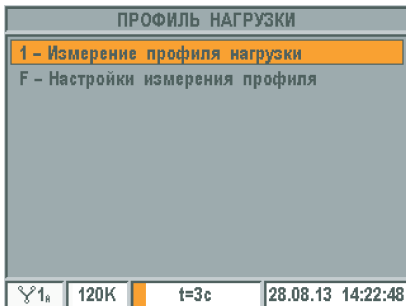
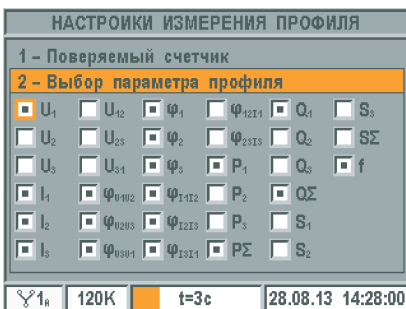
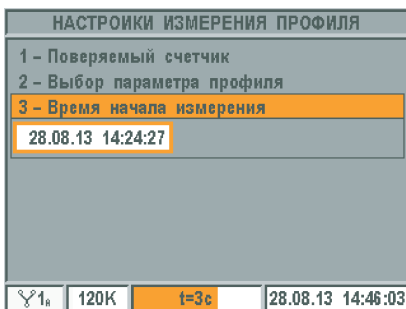
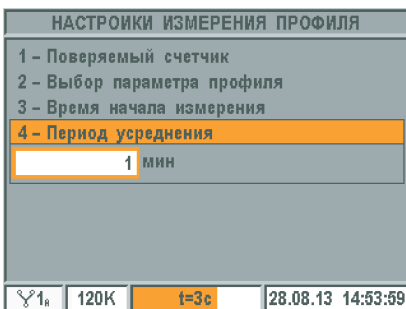

Рисунок 4.30 – «Настройки измерения профиля».
Рисунок 4.31 – «Выбор параметра профиля».
Рисунок 4.32 – «Время начала измерения».
Рисунок 4.33 – «Период усреднения».
4.2.6.1. Перед началом измерения профиля нагрузки необходимо перейти в меню «Настройки измерения профиля» (рисунок 4.30), используя клавишу < F > или путем нажатия клавиш < ↑ >, < ↓ > и < Ent >.
По клавише < 1 > или с помощью клавиш < ↑ >, < ↓ > и < Ent > из меню «Настройки измерения профиля» (рисунок 4.30) выбирается меню «Поверяемый счетчик». В меню «Поверяемый счетчик» можно выбрать счетчик из базы, хранящейся в приборе, ввести новый счетчик, отредактировать данные уже введенного счетчика (адрес, номер, тип, постоянная (передаточное число)), удалить отдельно взятый счетчик либо сразу все счетчики. Работа в этом режиме описана в п. 4.3 «Данные счетчиков».
По клавише < 2 > или с помощью клавиш < ↑ >, < ↓ > и < Ent > из меню «Настройки измерения профиля» (рисунок 4.30) открывается панель «Выбор параметра профиля» (рисунок 4.31).
По клавише < 3 > или с помощью клавиш < ↑ >, < ↓ > и < Ent > из меню «Настройки измерения профиля» (рисунок 4.30) выбирается «Время начала измерения» (рисунок 4.32). При нажатии на < Ent > значение становится доступно для редактирования. Значение задается с помощью цифровых клавиш. Для сохранения изменений нажать < Ent >, для отмены изменений нажать < Esc >. Для закрытия панели «Время начала измерения» нажать < Esc >.
По клавише < 4 > или с помощью клавиш < ↑ >, < ↓ > и < Ent > из меню «Настройки измерения профиля» (рисунок 4.30) выбирается «Период усреднения» (рисунок 4.33).